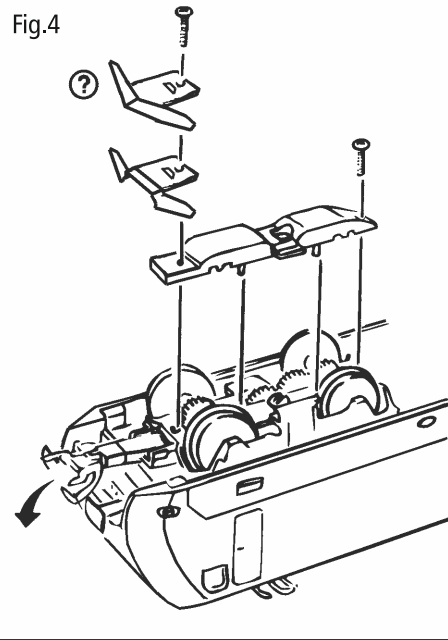

Fig. 3
2. Schmierung: Versehen Sie die im Schmierplan in Fig. 7 gekennzeichneten Stellen mit nur **kleinen Öltropfen**. Dazu zuerst das Lokgehäuse abnehmen (Fig. 3). Wir empfehlen den ROCO **Öler Art.-Nr. 10906**. Fürs Schmieren der Getriebeteile (Zahnräder, Schnecke) empfehlen wir das ROCO-**Spezialfett Art.-Nr. 10905**. Im Falle der Schmierung diese Teile **nicht ölen**.
4. Kohlebürstenwechsel: Lokgehäuse abnehmen (Fig. 3). Danach wird der Motor ausgebaut und die Kohlebürsten ausgewechselt (Fig. 8).
2. Graissage: N'appliquez **qu'une tout petite goutte** aux endroits indiqués par le plan de graissage (fig. 7) après avoir démonté la caisse de la locomotive (fig. 3). Nous vous recommandons **le graisseur à huile Roco réf. 10906**. Pour graisser les engrenages (roues dentées, vis sans fin) nous vous conseillons **la graisse spéciale Roco réf. 10905** pour engrenages en matières synthétiques. Lorsque vous utilisez cette graisse il faut éviter d'huiler ces composants.
4. Remplacement des balais du moteur: Démontez la caisse (voir fig. 3). Démontez ensuite le moteur et échangez le balais (fig. 8).
2. Lubrication: Apply **tiny oil drops** to spots marked in fig. 7. Prior to lubrication dismantle locomotive (fig. 3). We recommend using item no. **10906, Roco oiler**. For lubrication the gear-parts (e.g. cog-wheels, worm) we would recommend our Roco **special grease** (item no. **10905**).
4. Carbon Brush Changing: First remove loco body (fig. 3), and then the motor (fig. 8).